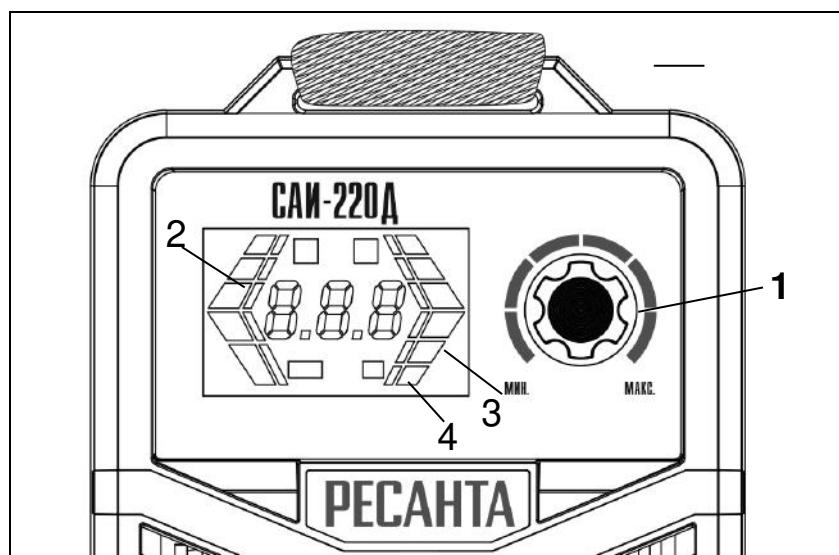

Рис.3 Управления режимами/функциями ручной регулировкой в режиме MMA
2. Регулировка сварочного тока осуществляется вращением регулятора 1(рис.3). При этом на дисплее будет отображаться рекомендуемый диаметр электрода 2(рис.3).
3. Регулировка параметров функции «Горячий старт» 3 (рис.3) осуществляется регулятором 1(рис.3). Регулировка осуществляется в диапазоне от 1 до 10, где каждая цифра означает увеличение тока в % («1» означает увеличение выставленного на дисплее тока на 10%, «2» - на
4. Регулировка параметров функции «Форсаж дуги» 4(рис.3) осуществляется регулятором 1(рис.3), регулируя величину форсажа дуги в диапазоне от 1 до 10, где каждая цифра означает увеличение тока в % («1» означает увеличение выставленного на дисплее тока на 10%, «2» - на 20%, ... «10» - означает увеличение выставленного тока на дисплее в 2 раза. При максимальном токе данный параметр увеличиваться не будет.
Переключение сварочного аппарата из Синергетического режима в режим Ручного управления или режим TIG LIFT осуществляется длительным нажатием на регулятор 1(рис.3).
- При завершении шва отведите электрод немного назад, чтобы заполнилась сварочная ванна, а затем переместите электрод на верхний край сварочной ванны (Рис 9 (1-2 рис.3)) и быстро отведите от кратера (Рис 9 (3 рис.3)).